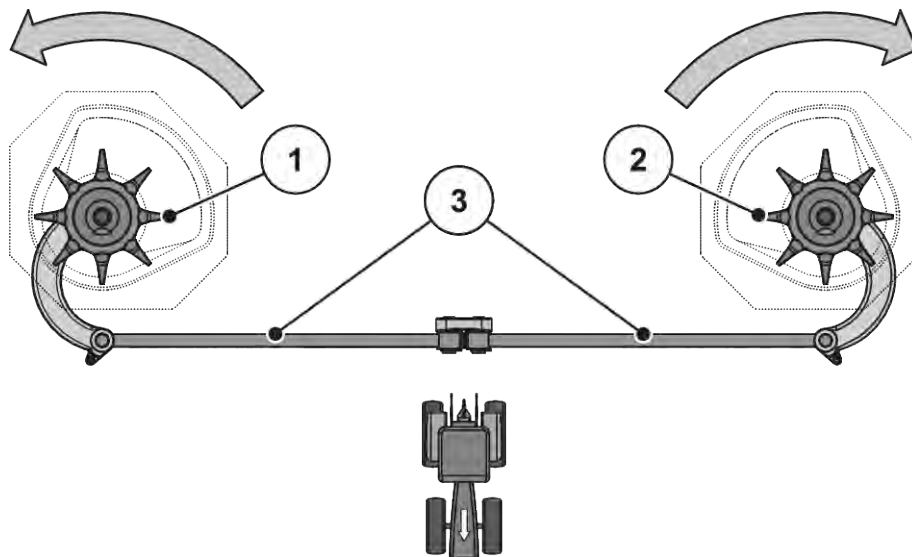

Fig. 93: Kontrol af røreværksdrevet
- Drej rørehovedet med hånden i **spredeskivens rotationsretning**. Se Fig. 93 Kontrol af røreværksdrevet.
- Drej rørehovedet med hånden eller ved hjælp af et oliefilterbånd kraftigt **mod spredeskivens rotationsretning**. Se Fig. 93 Kontrol af røreværksdrevet